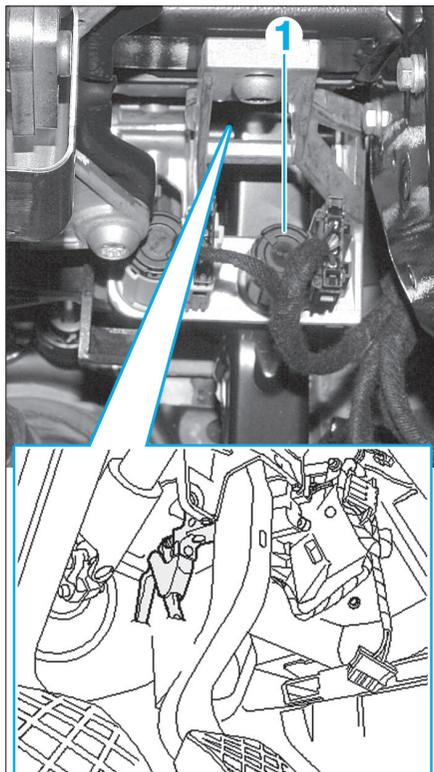

Fig. 8
- [1]. Outil de déverrouillage (réf Audi: T40024) (Fig.8).
- Débrancher puis tourner le contacteur de feux stop (1) de 45° vers la gauche et le retirer (Fig.8).